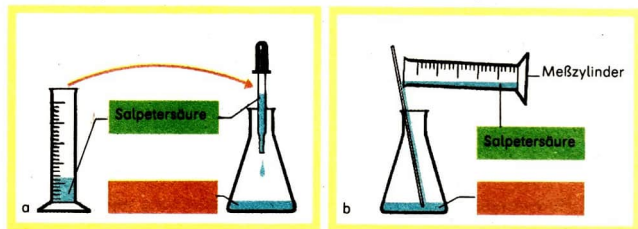

Abb. 39 Geräteanordnung zum Experiment 40
4. Plane und notiere die Schritte zur Durchführung des Experiments! Die Abbildung 39 zu einer möglichen Durchführung des Experiments kann dir bei deinen Überlegungen helfen.